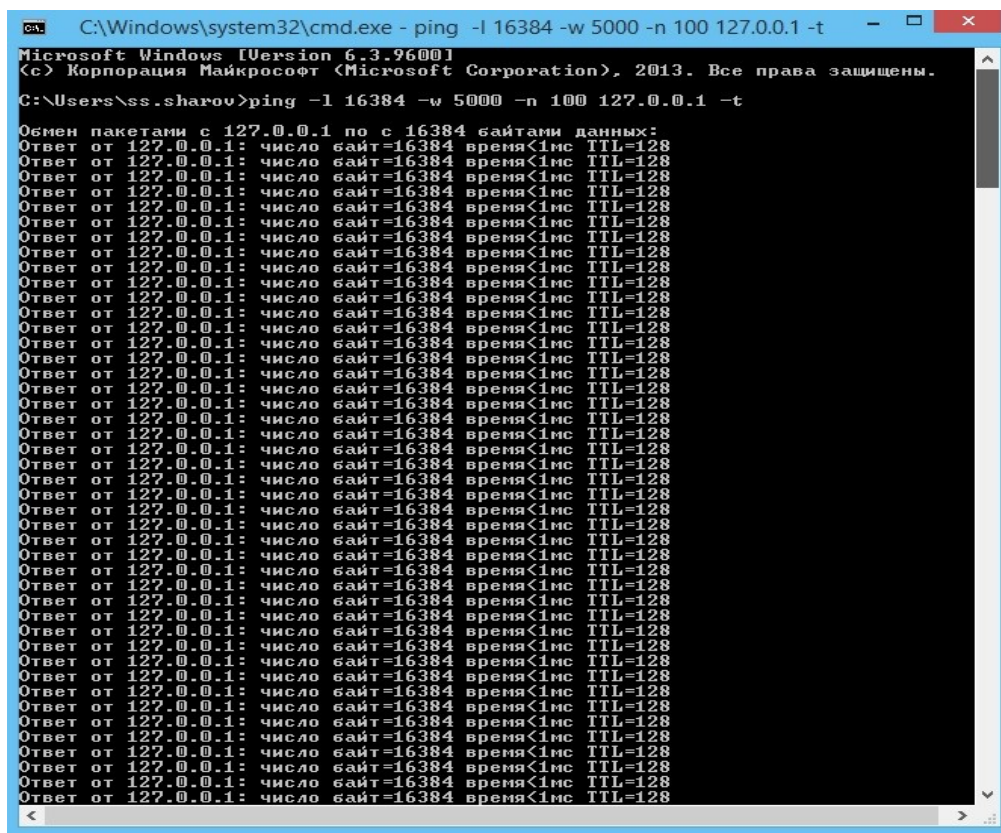

Рисунок 4. Тестирование качества связи.
7.1.1.8 Протестировать качество связи, запустив на АРМ ШН программу ping со следующими параметрами `ping -l 16384 -w 5000 -t 127.0.0.1` (IP адрес АРМ ДСП) (Рисунок 4), и убедиться в его нормальной работе. Вышеприведенные параметры обеспечат отправку запросов по 16 килобайт на заданный IP адрес с интервалом ожидания в 0,5 секунды.